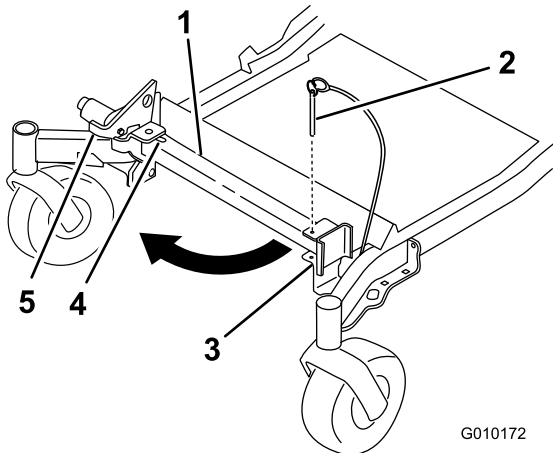
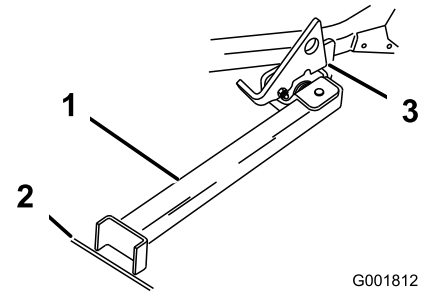

Figura 39
Figura 40
2. Togliete il perno dalla staffa (Figura 39).
4. Portate il piede del supporto sul davanti e spostatelo verso la macchina, nell'intaglio inferiore (Figura 39 e Figura 40).
5. Mettete a terra il piede del supporto e appoggiate il dispositivo di chiusura sull'aletta orientabile (Figura 40).
Nota: Per ottenere risultati ottimali, appoggiate il piede del supporto nelle fessure del marciapiede o nel tappeto erboso (Figura 40).
7. Guidate la macchina sul supporto. Fermatevi quando il dispositivo di chiusura cade sull'aletta e si chiude (Figura 40).
5. Riportate il supporto in posizione di riposo (Figura 39).